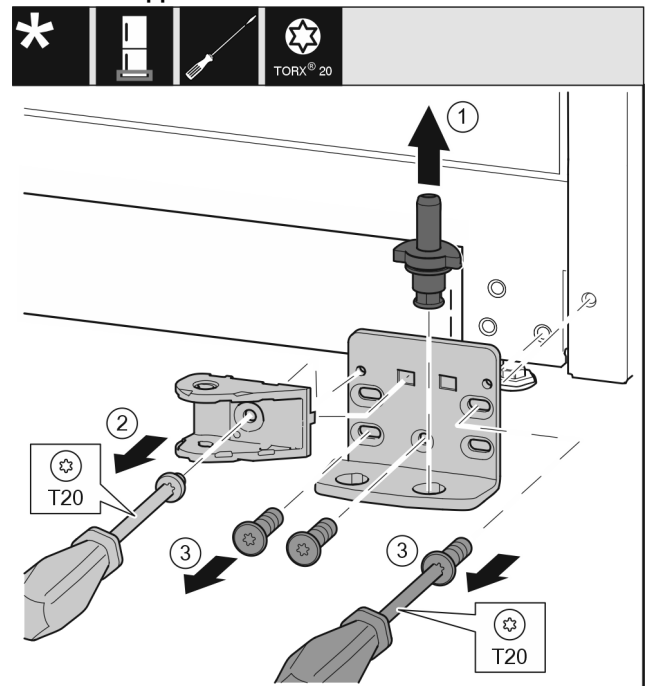

Fig. 34 *
- ▶ Sortir complètement l'axe de palier par le haut. Fig. 34 (1)*
- ▶ Desserrer la vis avec le tournevis T20 et enlever le joint amortisseur de fermeture. Fig. 34 (2)
- ▶ Desserrer les vis avec le tournevis T20 et enlever le support de palier. Fig. 34 (3)*